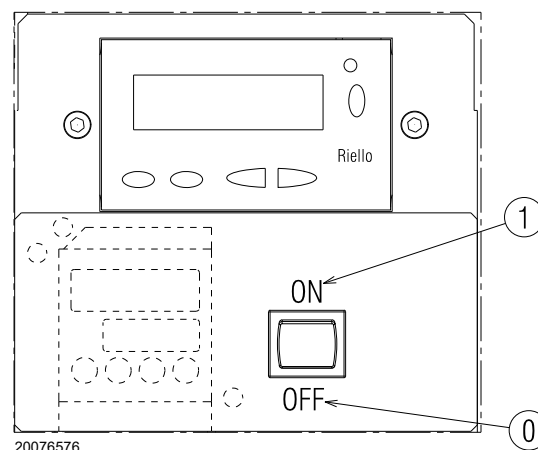

Fig. 29
Cerrar los termostatos/presostatos y poner el interruptor de Fig. 29 en posición "1/ON".
- colocar el interruptor de Fig. 29 en la posición "0/OFF" y esperar que la caja de control ejecute la fase de apagado;